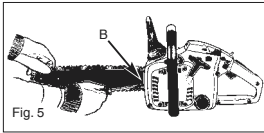

Fig. 5
1. Placer kæ desaven så de kan se reguleringsskruer. Skru(D) med uret for at spænde og mod uret for at løsne kæ den. Vær hele tiden opmær rksom på at kæ den sidder korrekt på svær rdet (Fig. 5).